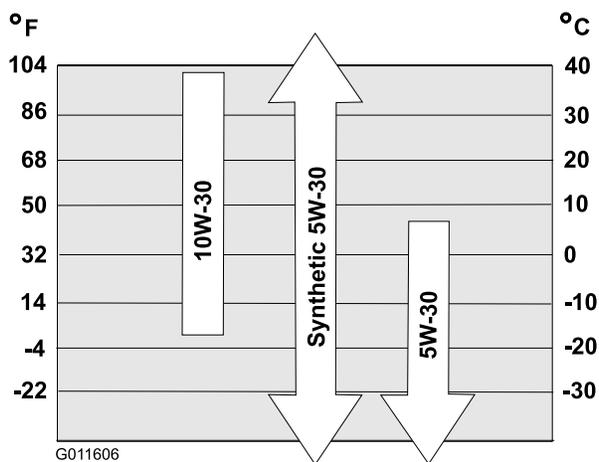

Рисунок 28
Используйте Рисунок 28 приведенный ниже для выбора оптимальной вязкости масла для ожидаемого диапазона наружных температур:
**Примечание:** Заливайте масло в картер двигателя до тех пор, пока масломерный щуп не покажет, что достигнут нужный уровень масла в двигателе, как показано на Рисунок 28. В случае перелива слейте некоторое количество масла из двигателя, как описано в разделе «Замена моторного масла».